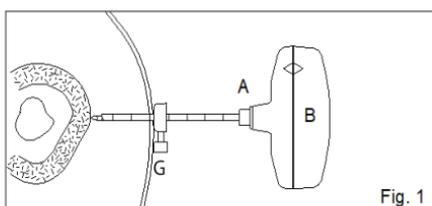

Fig. 1
FIG. 1 Selon la profondeur de l'os à atteindre, régler la jauge de profondeur (G) de la canule coupante (A) sur le repère de centimètre adapté et serrer pour bénéficier d'un repère visuel. En tournant dans le sens antihoraire, introduire la canule coupante et le stylet à pointe trocart (A+B) assemblés, jusqu'au contact avec la surface osseuse. Remarque 1 : Pour protéger les tissus mous, tourner dans le sens antihoraire pendant l'insertion dans les tissus mous.